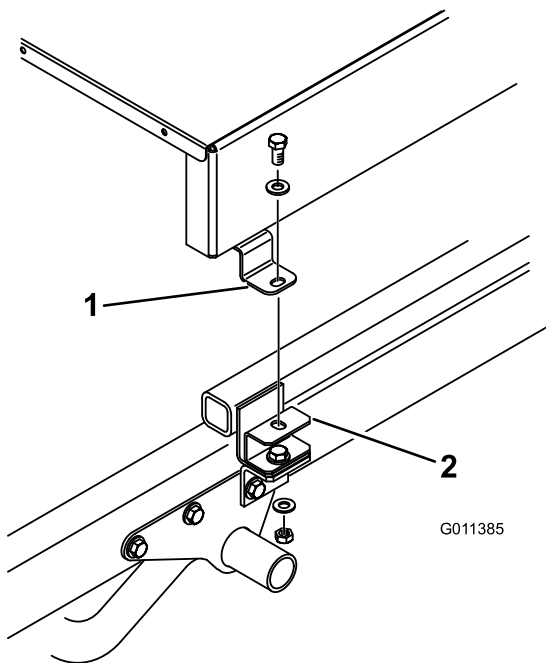

Figura 10
7. Sujete provisionalmente la parte superior de cada soporte de montaje (Figura 9) o espaciador (Figura 10) a la pestaña de montaje de cada lado de la recebadora con un tornillo de caperuza de ½" x 1", 2 arandelas planas y contratuercas. Apriete todas las fijaciones.